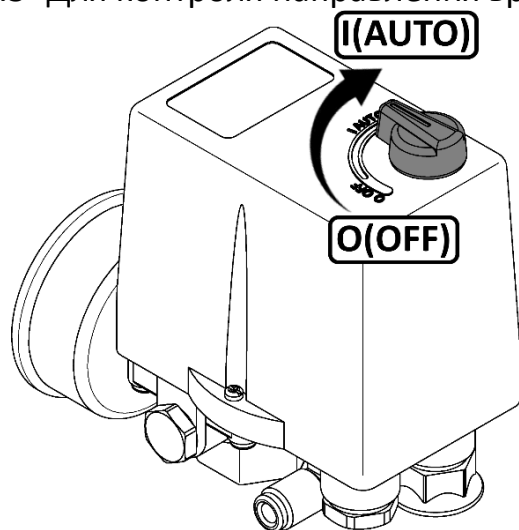

Рисунок 3
- Проверьте, чтобы выключатель на прессостате находился в выключенном положении "OFF" (см. рисунок 3).
1 Выключить компрессор выключателем на прессостате. Для этого необходимо переключить выключатель в положение "0" или "OFF", в зависимости от исполнения (см. рисунок 3). После этого остановится электродвигатель и произойдет сброс давления из нагнетательного воздухопровода и поршневого блока.
положение "OFF" (см. рисунок 3), а затем включите компрессор переключив выключатель в положение "AUTO".